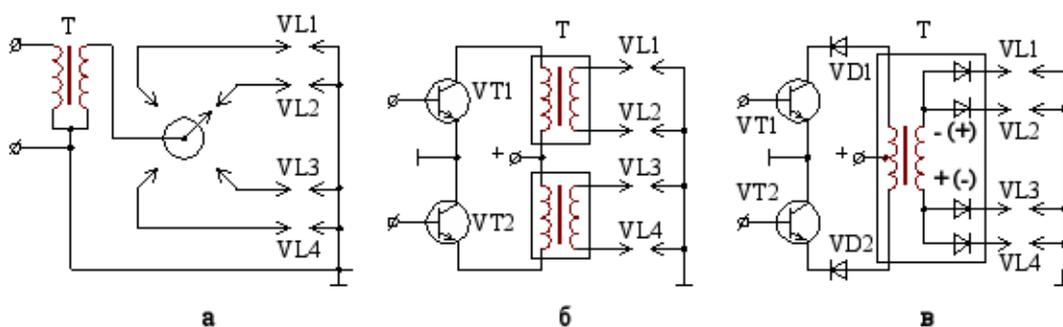

Рис. 5.2. Способы распределения зажигания по цилиндрам двигателя:
**Распределение зажигания** по цилиндрам может производиться как на высоковольтной, так и на низковольтной стороне (рис. 5.2).